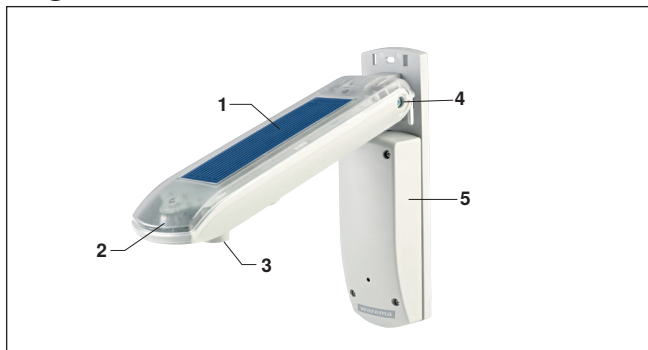

Abb. 1 EWFS Wetterstation plus
- Das Gerät ist so zu montieren, dass der Strömungssensor möglichst waagrecht steht (Gehäuseneigung 15°). Zur Montage an schrägen Flächen kann es mit Hilfe des Gelenks (Abb. 1) waagrecht eingerichtet werden.